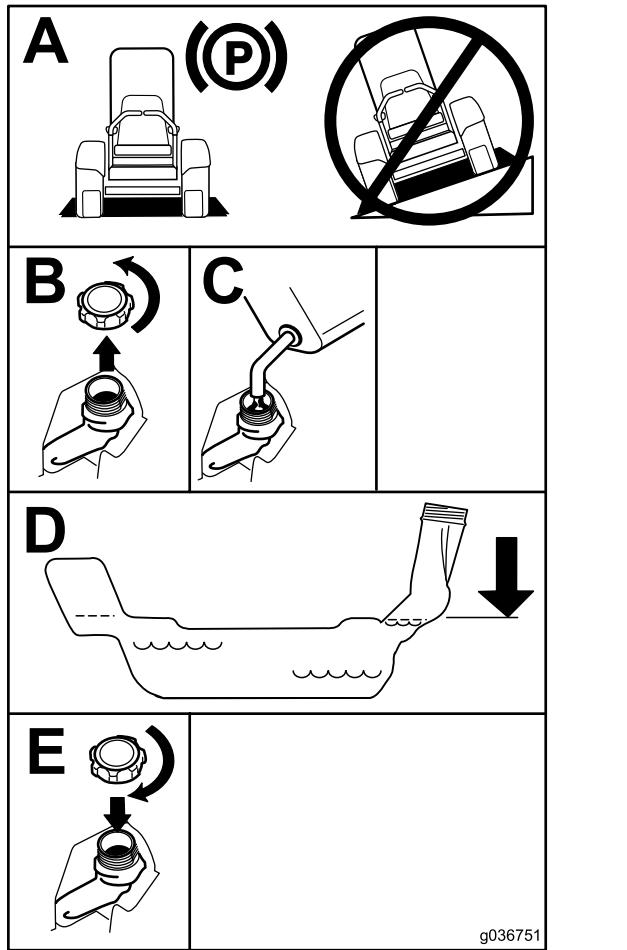

Figura 7
- Remplissez le réservoir de carburant jusqu'au bas du goulot de remplissage (Figura 7).